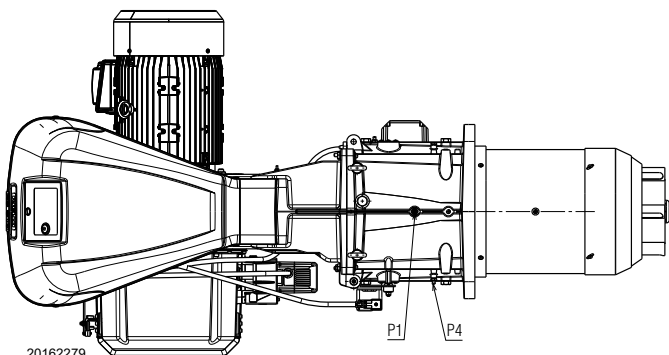

Abb. 18
Gasdruck, gemessen am Anschluss P1) (Abb. 18) unter folgenden Bedingungen:
- vom Gasdruck am Anschluss P1) (Abb. 18) den in der Brennkammer vorhandenen Druck abziehen.
$$\begin{aligned} \text{Gasdruck an der Entnahmestelle 1) (Abb. 18)} &= 27,6 \text{ mbar} \\ \text{Druck in der Brennkammer} &= 2 \text{ mbar} \\ 27,6 - 2 &= 25,6 \text{ mbar} \end{aligned}$$
Um hingegen den am Anschluss P1) (Abb. 18) erforderlichen Gasdruck zu ermitteln, nachdem die MAX. Leistung festgelegt wurde, bei der Brenner arbeiten soll:
- Rechts, in Spalte 1, den Druck am Anschluss P1) (Abb. 18) ablesen.
Erforderlicher Druck am Abnahmeanschluss P1) (Abb. 18).